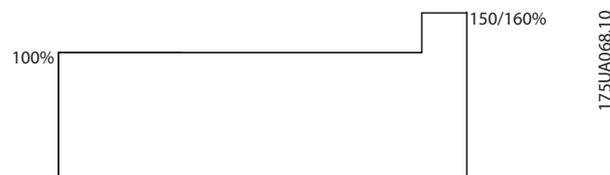

Ilustración 6.3 Cargas verticales
- Resistencias de freno para cargas verticales (grúas, montacargas, elevadores). Consulte la *Ilustración 6.3*.